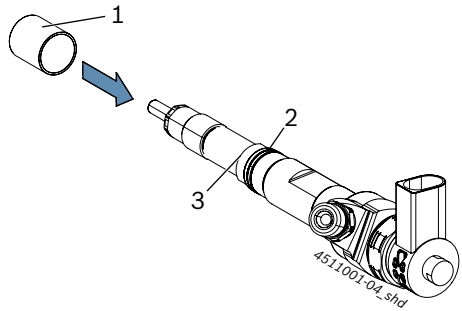

図 4: アダプタースリーブをCRIに押し込む
3. アダプタースリーブが必要な場合は、対応するアダプタースリーブ (図 4、位置1) をCRIのエンドストップ (図 4、位置3) まで押し込みます。
- 次のステップでは、アダプタースリーブがCRIのエンドストップ (図 4、位置3) に留まり、下方向に滑り落ちないことを確認してください。